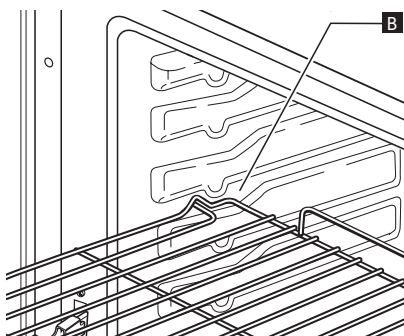

Fig. 2
2. Inclinare la griglia in corrispondenza della posizione di blocco "B" (Fig. 2).